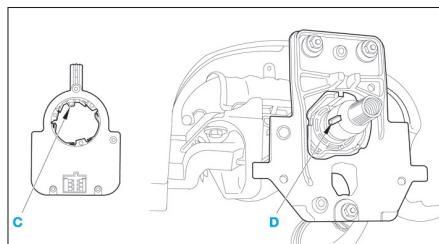

Fig. 10
- Pour la repose du capteur d'angle du volant, aligner le détrompeur "C" avec la rainure "D" de la colonne de direction (Fig.10).